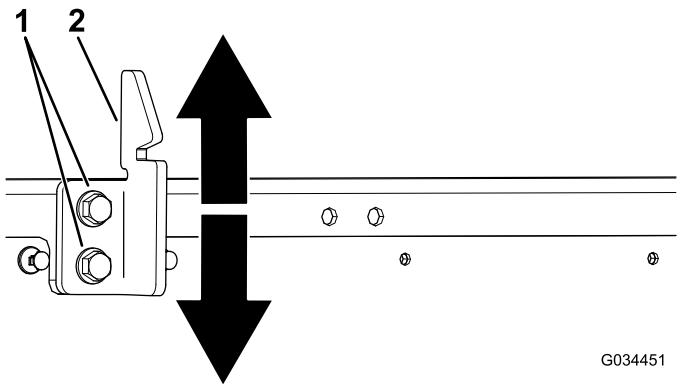

Figura 67
3. Afloje los 2 pernos en el cerradero del cierre de la plataforma y desplácelo hacia arriba o hacia abajo, en función de si está demasiado alto o bajo (Figura 67).
4. Apriete los 2 pernos del cerradero del cierre de la plataforma (Figura 67).